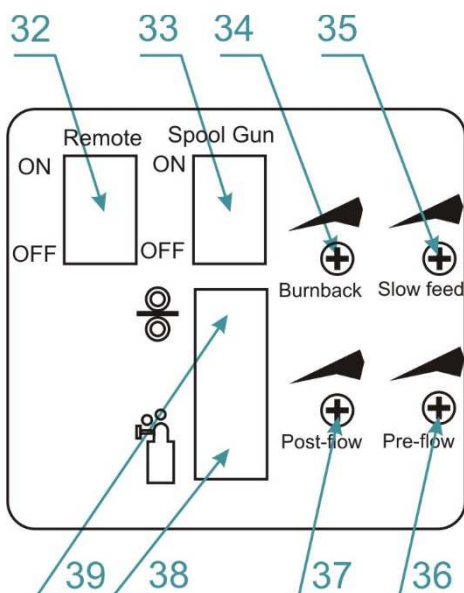

Abb. 3 Sekundäre Bedienungselemente- Bedienfeld im Bereich des Drahtvorschubs
9. Drücken Sie den Knopf zum Drahteinzug (Abb. 3, 39). Der Schweißdraht wird in den Brenner eingeführt. Nach dem Austritt des Drahtes aus dem Brenner schrauben Sie die Strahlziehdüse und die Gasdüse an.